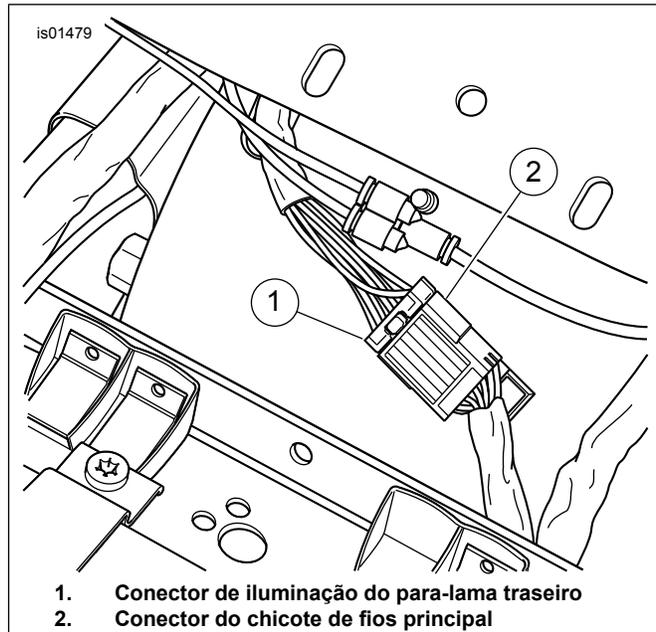

Figura 1. Conector de iluminação do para-lama traseiro típico (FLHTC mostrado)
1. Veja Figura 1. Localize a fiação traseira saindo do para-lama traseiro na área embaixo do assento. Solte o conector da fiação do para-lama traseiro (1) do conector do chicote de fios principal (2).